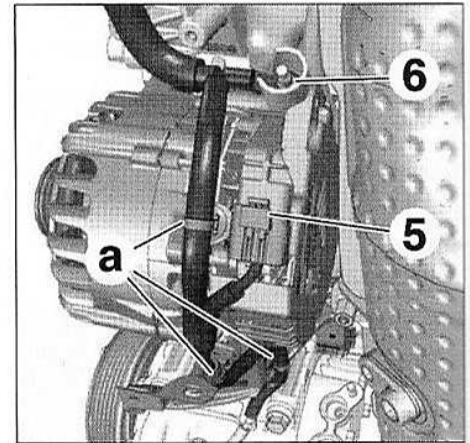

FIG.18
- Débrancher le connecteur (5) (Fig.18).
- Déposer l'écrou (6).